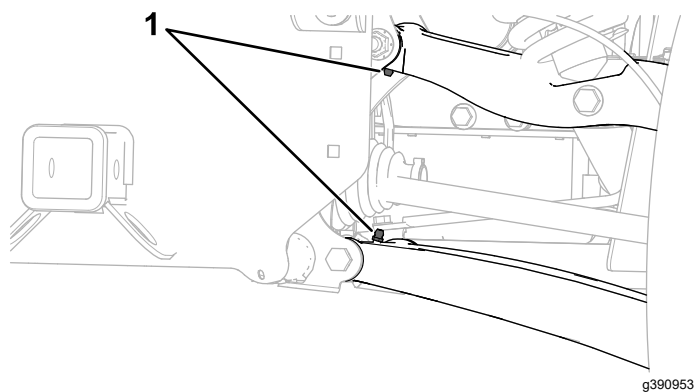

Figura 80
- **Perni del braccio di controllo posteriore (4);** fate riferimento alla Figura 80